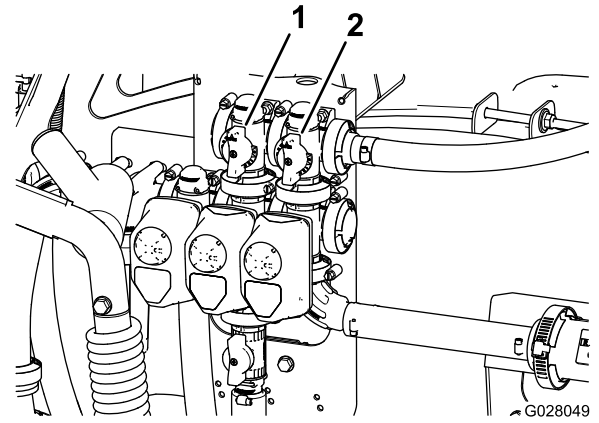

图24
11. 调节搅拌阀背面的搅拌旁通阀（图24），直至压力表上的读数为 6.9bar (100 psi)。
9. 调节主喷洒臂段旁通阀手柄，控制药缸中的搅拌量（图24）。